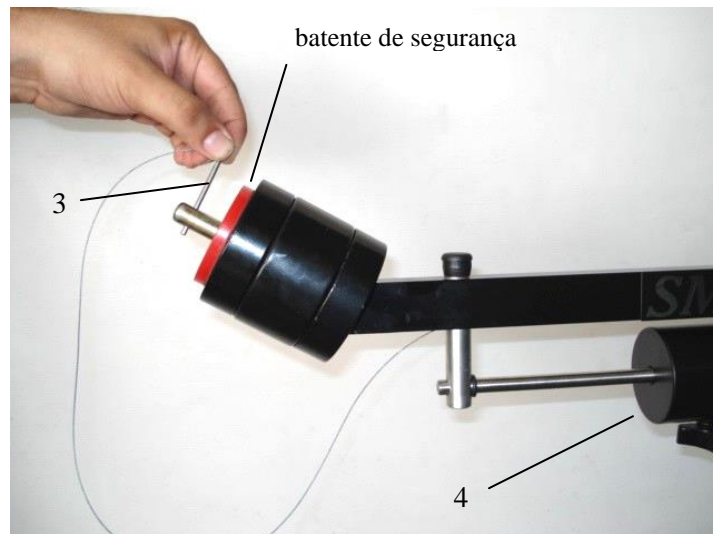

Figura 16: Inserção do pino de segurança dos contrapesos.
- Inserir o batente de segurança dos contrapesos – figura 16.
- Inserir o pino de segurança dos contrapesos (3) – figura 16.
- Realizar o ajuste fino de balanceamento deslocando o contrapeso de ajuste fino (4) ao longo da guia. Para isso é necessário desapertar a borboleta do contrapeso de ajuste fino – figura 16.
- ✓ apertar a borboleta do freio vertical (13).
- ✓ desmontar a placa de engate rápido da base da câmera através do parafuso do adaptador (30).
- ✓ retirar o pino de segurança dos contrapesos (3) – figura 16.
- ✓ retirar os contrapesos (11) da haste dos contrapesos (2).
- ✓ retirar o pino da lança (10) do furo do pino de fixação da lança (18) para desvincular as lanças posterior e anterior.
- ✓ desmontar o espaçador (38) e o regulador do *tilt* (39) na 2ª barra.
- ✓ desvincular a 3ª barra (21) da haste de ajuste da 3ª barra (16), retirando a borboleta (36).